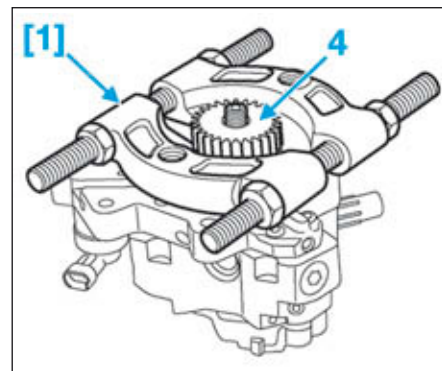

FIG.140
- Mettre en place un décolleur [1] (Fig.140) sous le pignon de la pompe haute pression (4).